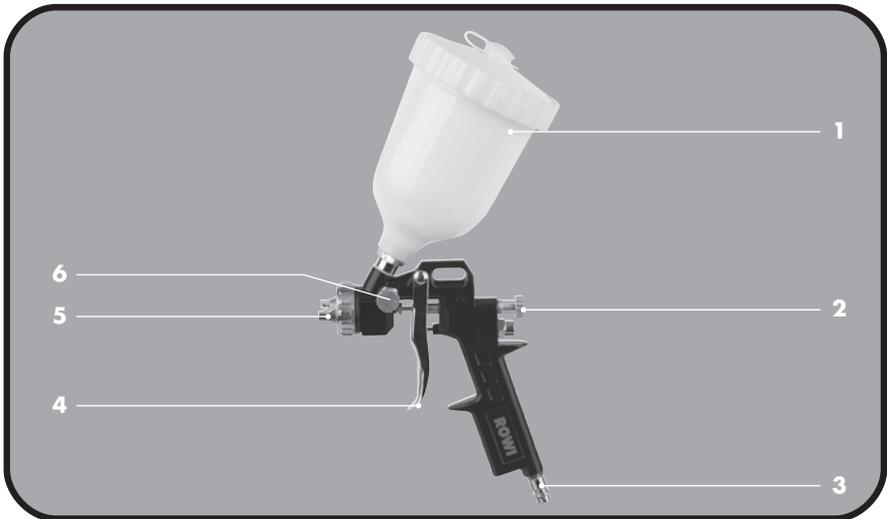

Abb. 1: Geräteübersicht
1. Leeren Sie die gewünschte Farbmenge in den Kunststoff-Fließbecher (siehe Abb. 1, Nr. 1), beachten Sie hierbei, dass der maximale Behälterinhalt von 600 ml nicht überschritten werden darf. Schrauben Sie anschließend den Fließbecher wieder an. Der Fließbecher muss fest und dicht an der Farbspritzpistole angeschlossen sein.
Die Einstellung der austretenden Farbmenge kann je nach Werkstück reguliert werden. Drehen Sie hierfür die Stellschraube (siehe Abb. 1, Nr. 2) im Uhrzeigersinn, um die Farbmenge zu erhöhen. Entgegen des Uhrzeigersinns verringern Sie die Farbmengenzufuhr.
Das Farbbild kann gemäß dem Werkstück von Rund- auf Breitstrahl angepasst werden. Für Objekte mit größerer Farbfläche ist ein Breitstrahl von Vorteil, dieser kann entweder vertikal oder horizontal eingestellt werden. Zur Rundstrahleinstellung die Stellschraube (siehe Abb. 1, Nr. 6) im Uhrzeigersinn drehen. Um den Sprühstrahl auf Breitstrahl einzustellen, drehen Sie die Stellschraube entgegen des Uhrzeigersinns.